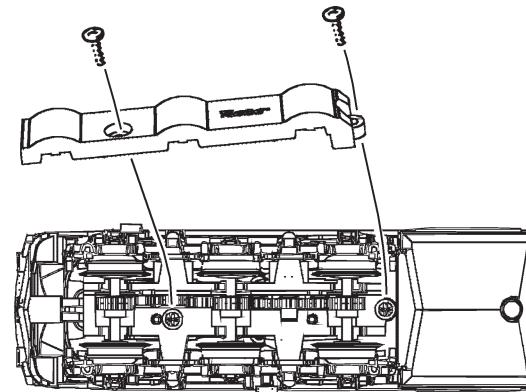

Fig. 3
**1. Reinigung der Radstromkontakte:** Radstromkontakte können auf unsauberer Schienen leicht verschmutzen. Entfernen Sie vorsichtig mit einem kleinen Pinsel den Schmutz an den in Fig. 8 gekennzeichneten Stellen. Dazu zuerst das Lokgehäuse abnehmen (Fig. 3).
**2. Schmierung:** Versehen Sie die im Schmierplan in Fig. 7 gekennzeichneten Stellen mit nur kleinen Öltropfen. Dazu zuerst das Lokgehäuse abnehmen (Fig. 3). Wir empfehlen den ROCO Öler Art.-Nr. 10906. Fürs Schmieren der Getriebeteile (Zahnräder, Schnecke) empfehlen wir das ROCO-Spezialfett Art.-Nr. 10905. Im Falle der Schmierung diese Teile nicht ölen.
**4. Kohlebürstenwechsel:** Lokgehäuse abnehmen (Fig. 3). Danach wird der Motor ausgebaut und die Kohlebürsten ausgewechselt (Fig. 9).
**1. Nettoyage des lames de courant aux roues:** Les lames de contacts risquent de s'encaisser rapidement sur des voies poussiéreuses. Veuillez **enlever la poussière** aux endroits marqués à la fig. 8 à l'aide d'un petit pinceau souple. A ces fins démontez d'abord le la caisse (fig. 3).
**2. Graissage:** N'appliquez **qu'une tout petite goutte** aux endroits indiqués par le plan de graissage (fig. 7) après avoir démonté la caisse de la locomotive (fig. 3). Nous vous recommandons le **graisseur à huile Roco réf. 10906**. Pour graisser les engrenages (roues dentées, vis sans fin) nous vous conseillons la **grasse spéciale Roco réf. 10905** pour engrenages en matières synthétiques. Lorsque vous utilisez cette graisse il faut éviter d'huiler ces composants
**4. Remplacement des balais du moteur:** Démontez la caisse (voir fig. 3). Démontez ensuite le moteur et échangez le balais (fig. 9).
**1. Cleaning of wheel contacts:** Wheel contacts easily get dirty on tracks which are not entirely clean. Use a small brush to **remove dirt** from spots marked in fig. 8. Prior to cleaning the contacts remove the loco body (fig. 3).
**2. Lubrication:** Apply **tiny oil drops** to spots marked in fig. 7. Prior to lubrication remove loco body (fig. 3). We recommend using item no. **10906, Roco oiler**. For lubrication the gear-parts (e.g. cog-wheels, worm) we would recommended our Roco **special grease** (item no. **10905**).
**4. Carbon brush changing:** First remove loco body (fig. 3) and then the motor (fig. 9).